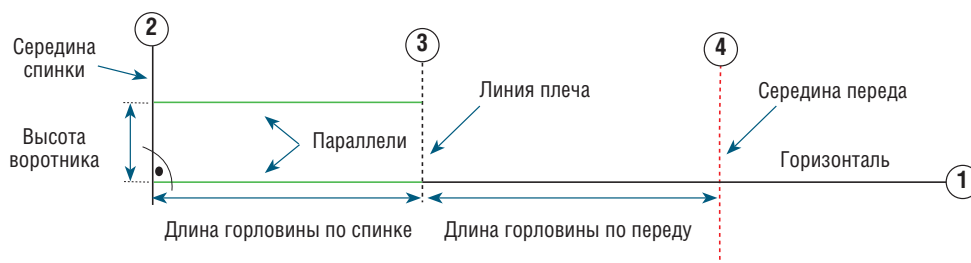

Рис. 5
На оси вертикальной вытачки (см. рис. 5 на с. 84) отметьте ее значение, затем расширьте ширину верхней части рукава на величину раствора этой вытачки (на рис. 4 расширение обозначено линией зеленого цвета). Это позволит не уменьшать ширину низа рукава.
- ① Начертите горизонталь, длина которой равна половине обхвата горловины, замеренного на выкройке с уже сделанными корректировками в виде нужных расширений.
- ② От одного конца этой горизонтали проведите вертикаль длиной примерно 7 см. На этой линии (середины спинки) отметьте желаемую высоту воротника. В большинстве случаев она варьируется в пределах 5–7 см (высота между двумя параллельными зелеными линиями на рис. 5).
- ③ От вертикальной линии спинки проведите горизонталь, обозначающую длину горловины спинки, прибавив к ней 0,5 см, после чего проведите вторую вертикаль, которая соответствует линии плеча (отмечена черной пунктирной линией).
- ④ От линии плеча отложите на горизонтали длину горловины переда с добавлением 0,5 см, после чего проведите линию середины переда (отмечена красной пунктирной линией).
- ⑤ На линии середины переда (на рис. 5 отмечена красной линией) обозначьте точку, расположив ее на расстоянии 4–5 см от горизонтали. Именно эта метка определяет положение воротника относительно шеи. Если она будет меньше (например, на расстоянии 2–3 см), воротник будет отставать от шеи, а если, наоборот, больше (на расстоянии 5–6 см от горизонтальной линии), он будет сильно прилегать к шее и, возможно, даже сдавливать ее. Настоятельно не рекомендуется применять мерку более 7 см, потому что построенный таким образом воротник окажется не соответствующим телосложению, а значит, будет вызывать дискомфорт.
- ⑥ Проведите прямую, соединив точку пересечения горизонтали и линии плеча с точкой, отмеченной на середине переда на этапе 5 (нижняя фиолетовая линия). Затем проведите параллель к этой линии от точки пересечения зеленой линии верха воротника и линии плеча (верхняя фиолетовая линия).
- ⑦ В точке пересечения передней части низа воротника (нижняя фиолетовая линия) и середины переда проведите перпендикуляр к фиолетовой линии (отмечен линией оранжевого цвета).